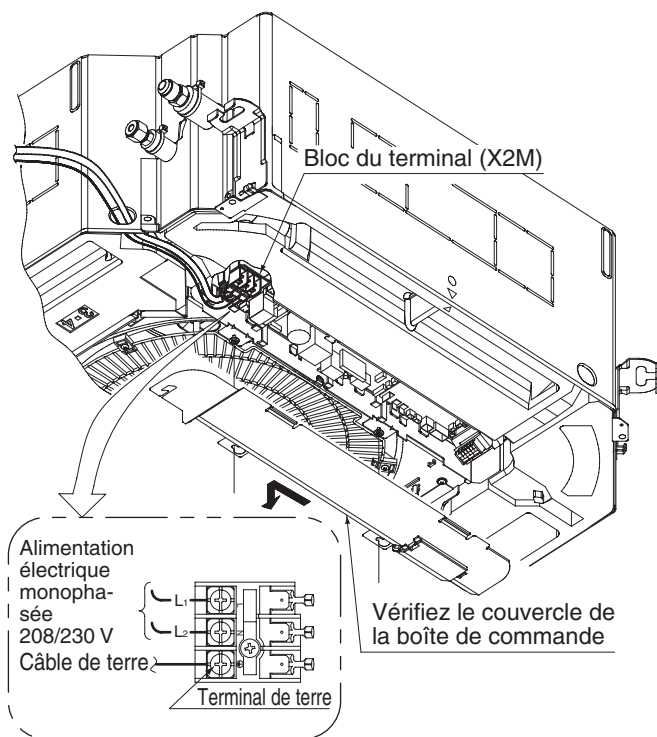

Fig. 21
1. Ouvrez le couvercle du boîtier de commande et raccordez l'alimentation monophasée 208/230 V à la borne (L₁, L₂) du bornier (X2M). Connectez le câble de mise à la terre à la borne de terre. (Reportez-vous à Fig. 21)